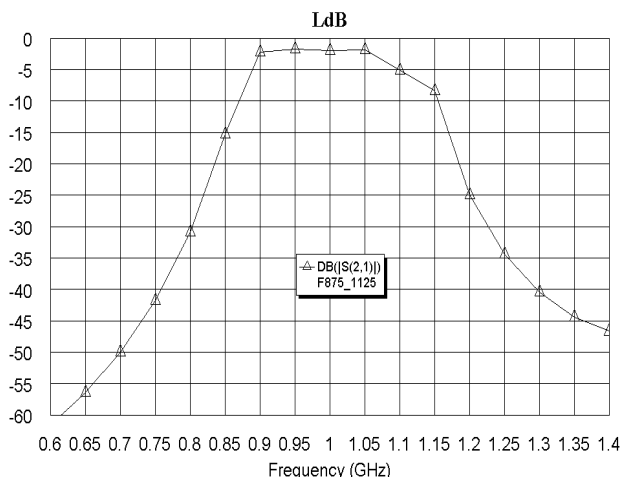

Рис. 3.121
3. Щёлкните по значку **Analyze** на панели инструментов. Щёлкните правой кнопкой по графику и выберите **Properties**. Для оси x снимите “галочки” в **Auto limits** и в **Auto divs**, в поле **Min** введите **0.6**, в поле **Max** введите **1.4** и в поле **Step** введите **0.05**. Для оси **Left 1** снимите “галочки” в **Auto limits** и в **Auto divs**, в поле **Min** введите **-60**, в поле **Max** введите **0** и в поле **Step** введите **5**. Нажмите **Apply** и **OK**. График характеристики ослабления показан на рис. 3.121.